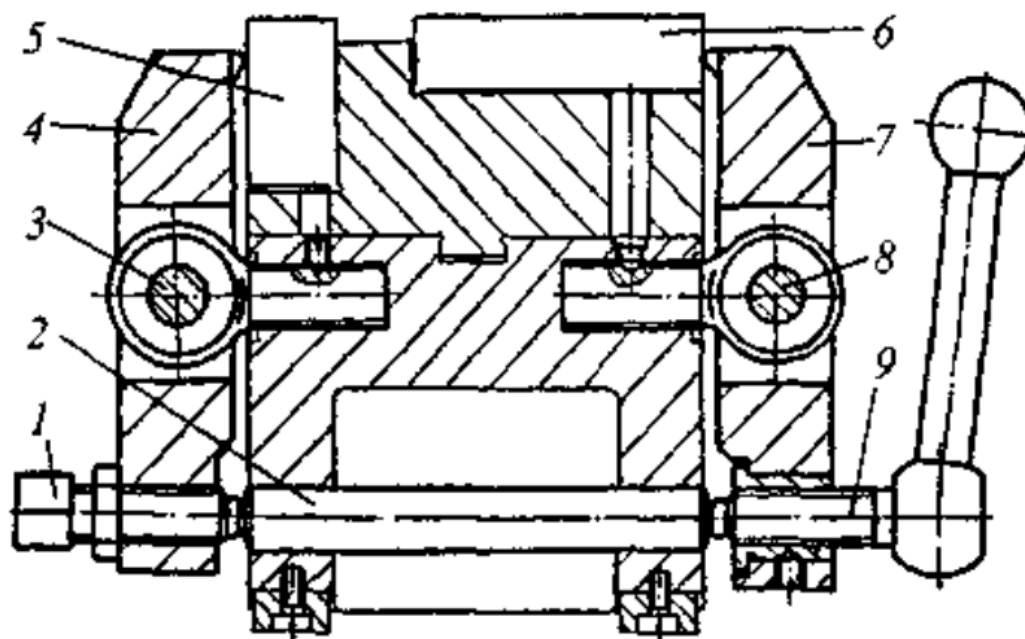

Рис. 6.
8. Опишите конструкцию и принцип действия механизма, приведенного на рис. 6.